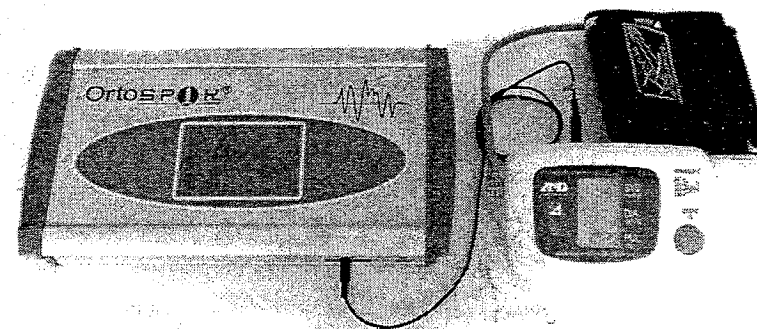

Рисунок 11. Подключение измерителя артериального давления к электронному блоку аппарата.
2.4.1 При применении измерителя артериального давления, позволяющего во время проведения процедуры магнитотерапии в режиме реального времени, вести контроль за состоянием пациента, необходимо подключить в гнездо «Измеритель АД» (Рисунок 11), расположенного на передней панели электронного блока, кабель связи с измерителем АД.